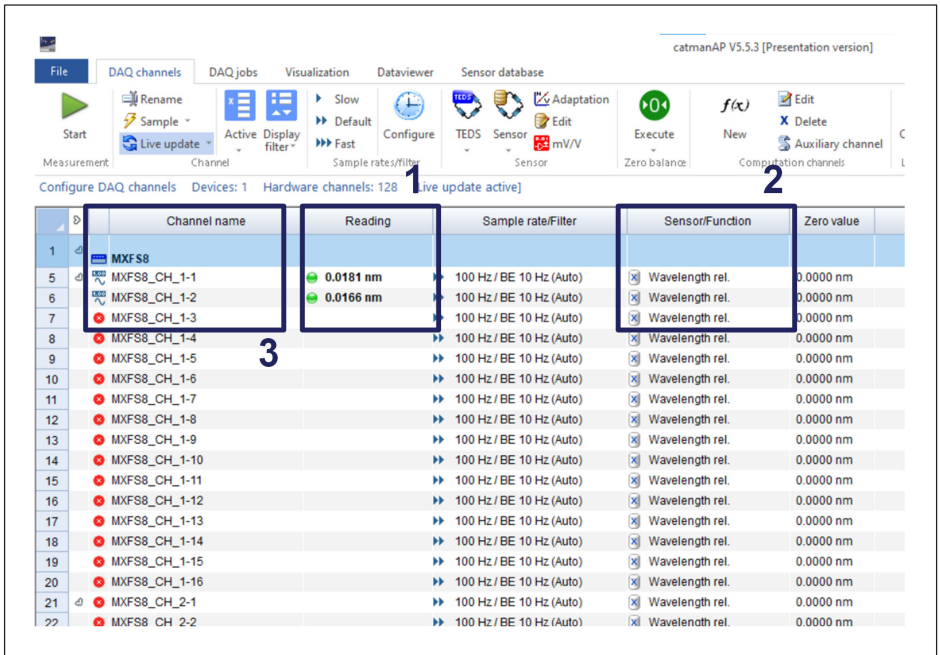

图5.3 系统的检查和传感器的识别
用手对每台传感器施加轻微的力, 从 DAQ 软件上读取结果, 用这样的方法可以检查传感器。这种方法可以识别每个“通道编号 - 传感器对”, 并验证传感器的功能性 (数字1, 位于图5.3)
- 确保解调仪的所有通道都定义为“波长 (rel)” (数字2, 位于图5.3)
- 通过双击通道名称的顶部 (数字3, 位于图5.3) 来对传感器重命名